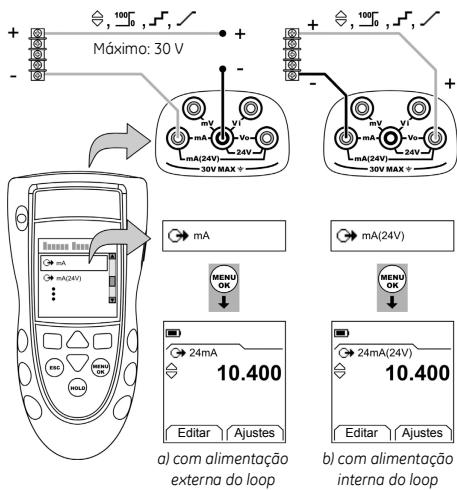

Figura 3: Exemplo de configuração – Alimentar em mA
- Conecte o instrumento (Figura 3) e, se necessário, ajuste o Conf. (Tabela 1).